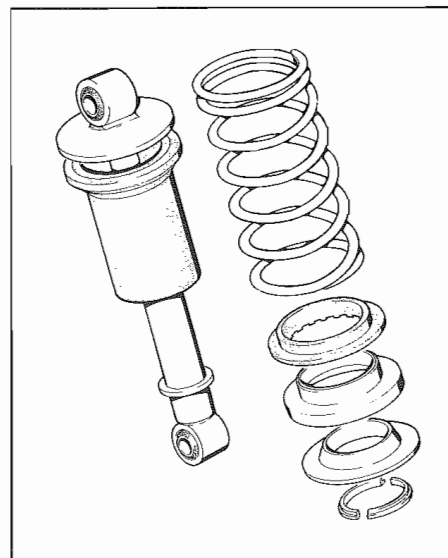

Fig. 7 - Ammortizzatore
- Fare riferimento all'esploso di **Fig. 7**.
- Refer to exploded view of **Fig. 7**.